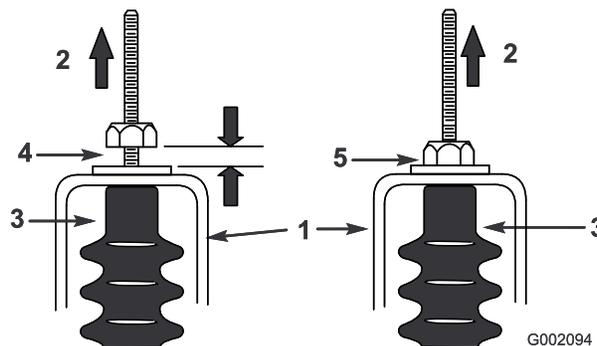

Figura 60
5. Tirate verso l'alto ciascun cavo del cambio e verificate che vi sia un gioco di 0,76-1,52 mm tra il dado con rondella e la staffa di folle (Figura 60).